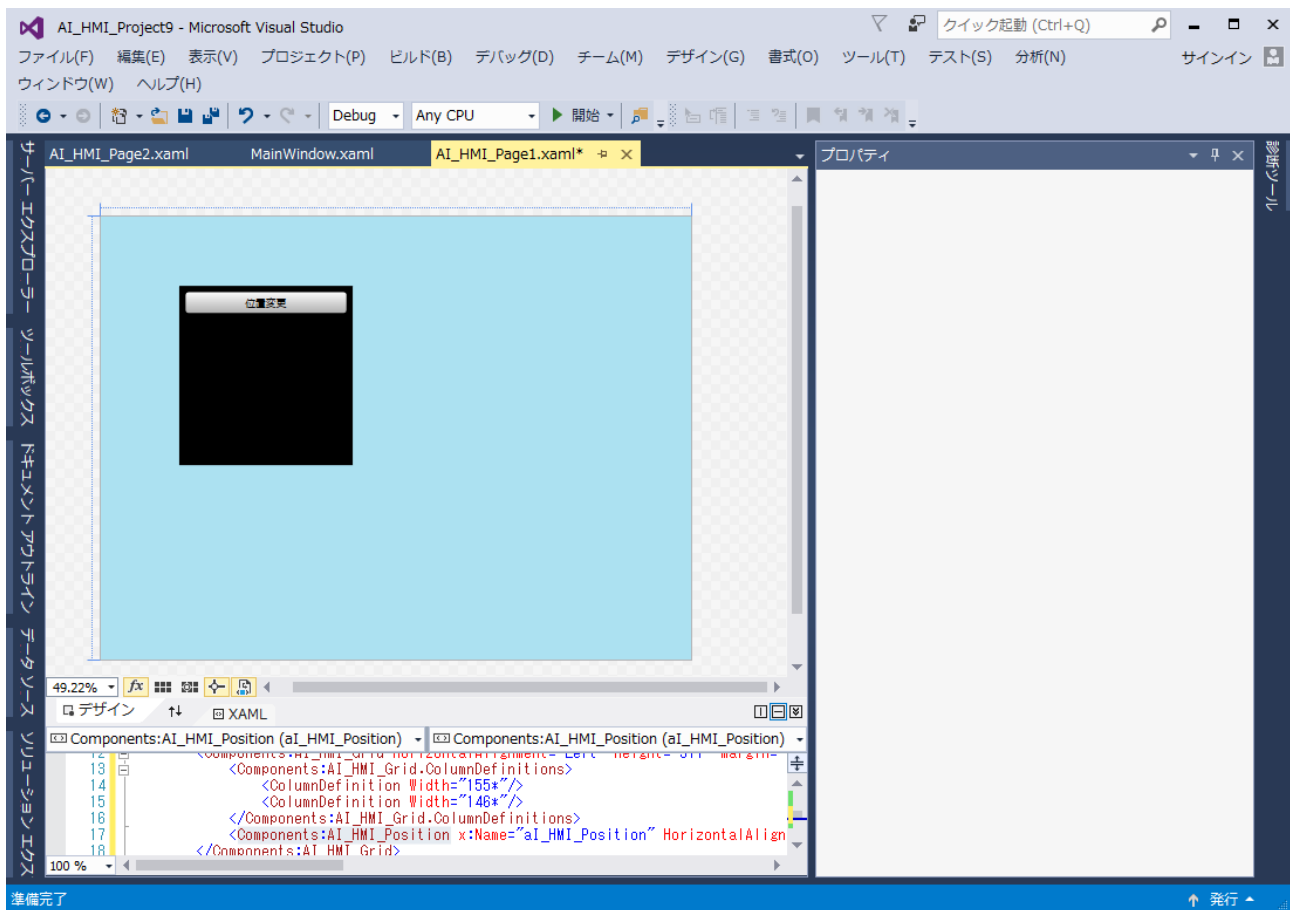

図 9-12-1 コントロール位置変更画面の作成
- ① 図9-12-1のようにAI_HMI_Gridを配置し、その上にAI_HMI_Positionを配置してください。